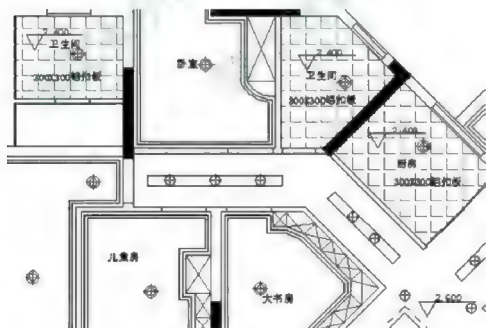

图 8-47
**步骤 4：**使用多行文字工具 $\text{A}$ ，输入标高数值，如图 8-47 所示。